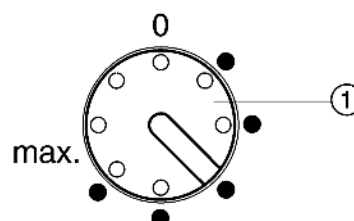

Fig. 2
- Tourner le thermostat *Fig. 2 (1)* vers la droite à l'aide d'une pièce de monnaie.
► Positionner le thermostat *Fig. 2 (1)* sur le point 3.